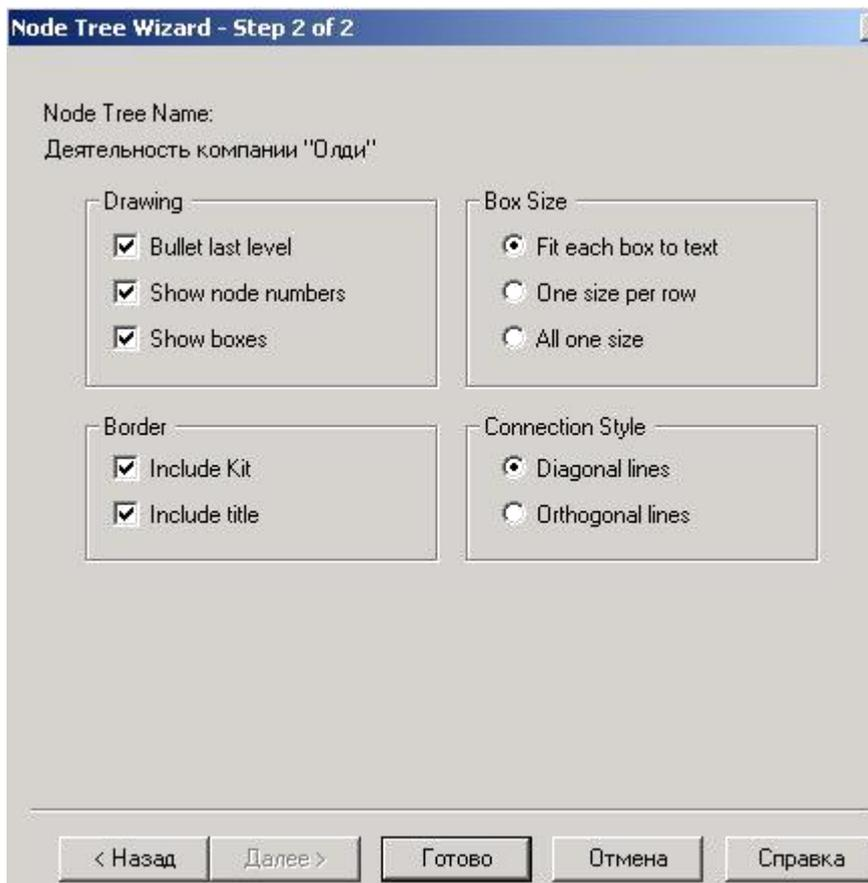

Рис.2. Диалог настройки диаграмм дерева узлов
Второй диалог эксперта **Node Tree Wizard** (рис.2.) позволяет задать свойства диаграммы дерева узлов.
Во втором диалоге установите опции, как на рис.2. Щелкните по кнопке «Готово». Создается диаграмма дерева узлов. Диаграмму дерева узлов можно модифицировать. Нижний уровень может быть отображен не в виде списка, а в виде прямоугольников, так же как и верхние уровни.
2. Во втором диалоге установите опции, как показано на рис.2.